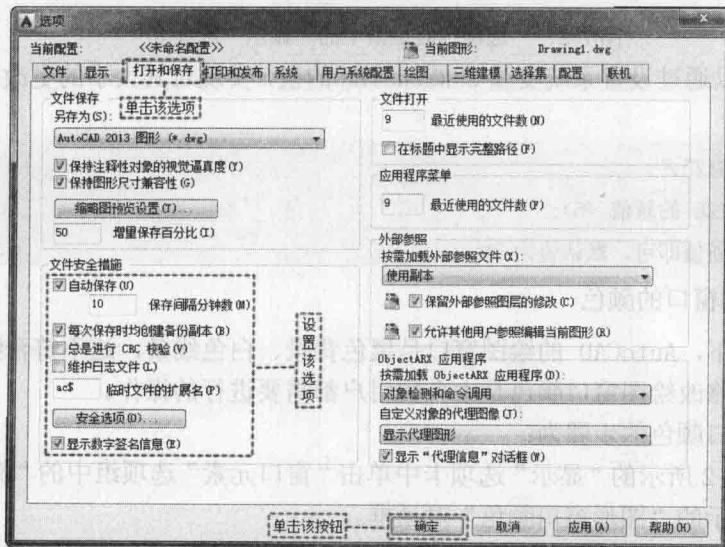

图 1-4 “打开和保存”选项卡
(1) 选择菜单栏中的“工具”→“选项”命令，弹出“选项”对话框。
(2) 打开“打开和保存”选项卡，如图 1-4 所示。